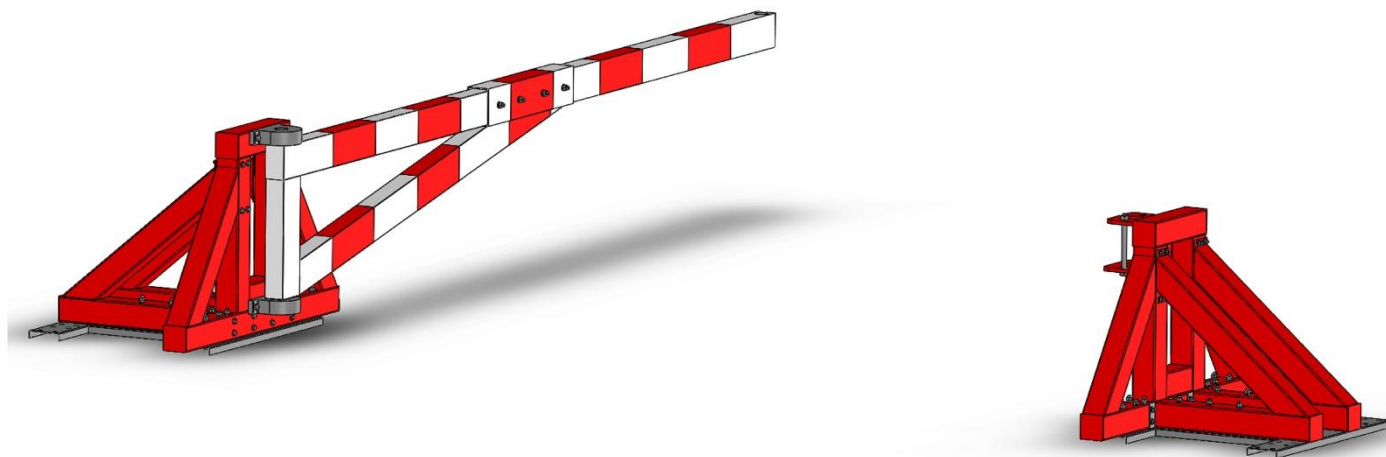

Рисунок 7
- В ручную отвести стрелу в сторону, Рис.7.